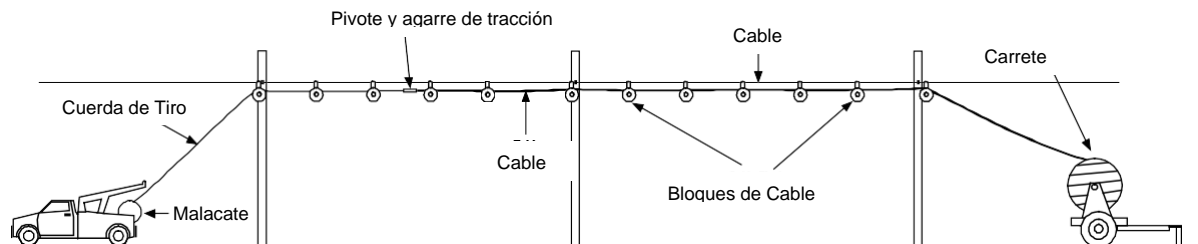

Figura 2. - Método de instalación de cable mediante carrito estacionario
7.11 Para tiros asistidos por *winch*, primero se coloca la cuerda de tiro en su posición a través de todos los bloques de cable, desde la ubicación del carrete estacionario hasta la ubicación del *winch*. Luego se tira de toda la longitud del cable utilizando la fuerza de tracción del *winch* (ver Figura 2).